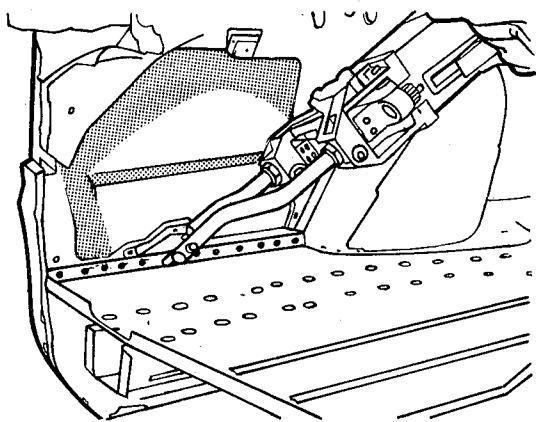

fig. 177
5. Soldar a ponto o painel do assoalho às caixas das rodas e painéis laterais internos (fig. 177)